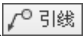

图 4-110 “销孔标注”样式及其预览
(6) 单击“确定”按钮，返回到主对话框，新的多重引线样式显示在“样式”列表中，并可在“预览”框内显示该样式，如图 4-110 所示。